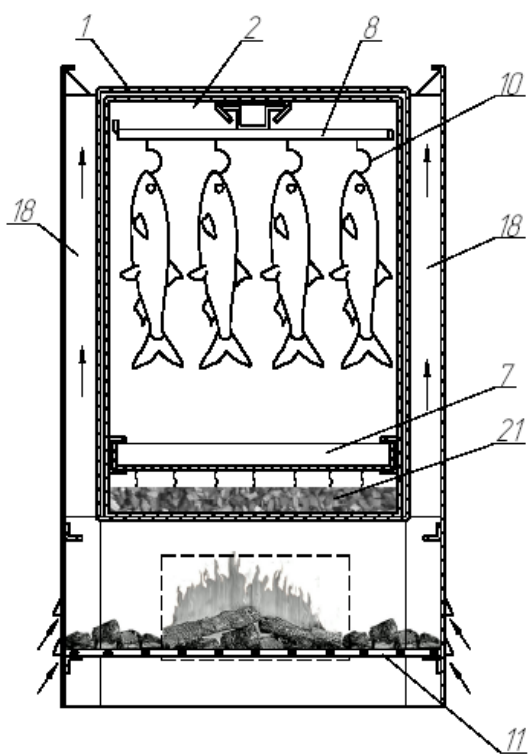

Рис. 1
2.3.2 Коптильная камера 2 интегрирована в корпус 1, имеющий топку 3. Топка снабжена дверцей 12 и колосниковой решеткой 11. Корпус коптильни имеет вентиляционные каналы 18 для организации устойчивого горения в топке, в нижней части корпуса 1 сделаны вырезы для шампуров (см.рис.1 и 2);